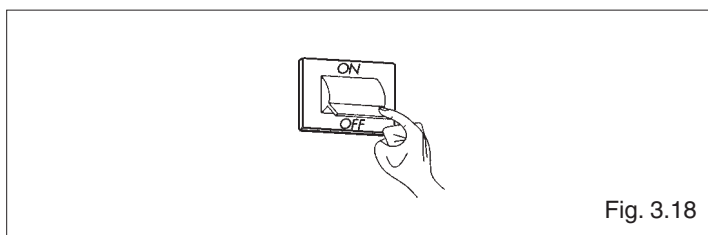

Fig. 3.18
- Prima di iniziare lo svuotamento dell'impianto togliere l'alimentazione elettrica alla caldaia posizionando l'interruttore generale dell'impianto e quello del pannello di comando su "spento" (fig. 3.18)